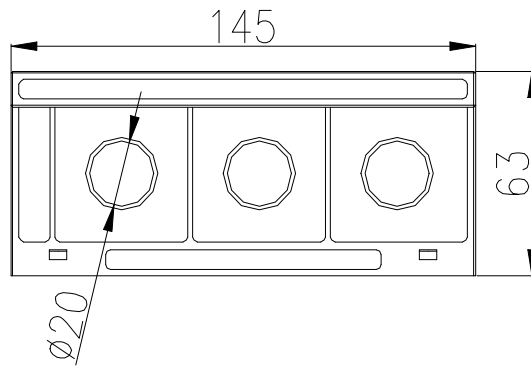

图 6 一体式互感器/分体式互感器(100A 及以下电流规格用)外形尺寸
5.4.1 一体式互感器/分体式互感器(100A 及以下电流规格用)外形尺寸如图 6 所示：